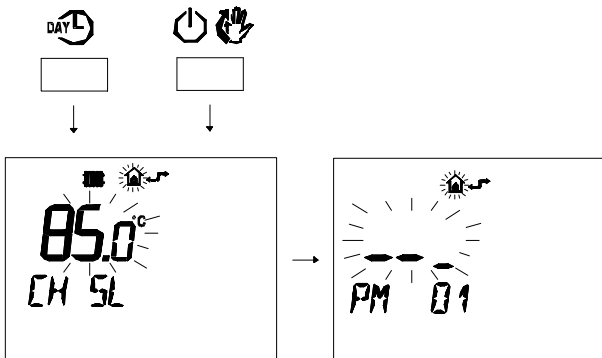

Figura 5.51
- Premere contemporaneamente i pulsanti **DAY L** e **POWER** per entrare nella programmazione trasparente (Figura 5.51)